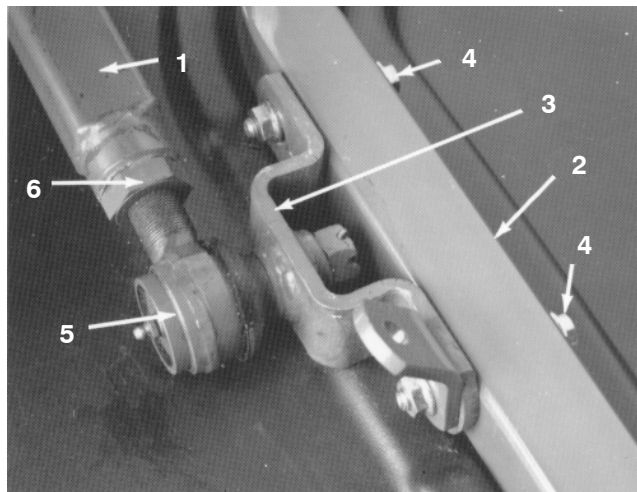

Figure 20
6. Demandez à quelqu'un de pousser le bras de poussée gauche vers le bas pendant que vous retirez les vis d'assemblage, les rondelles plates et les contre-écrous fixant le support de rotule et le support de chaîne au bras pivotant du plateau de coupe (Fig. 20). L'autre personne peut ensuite laisser prudemment le bras de poussée remonter, de façon à libérer progressivement les 68 kg de tension du ressort.
5. Demandez à quelqu'un de pousser avec précaution le bras de poussée gauche vers le bas jusqu'à ce que les trous du support de rotule soient alignés sur les trous du bras pivotant (Fig. 20). Glissez immédiatement un bloc en bois de 10 x 10 cm entre le haut du bras de poussée et le dessous du châssis.